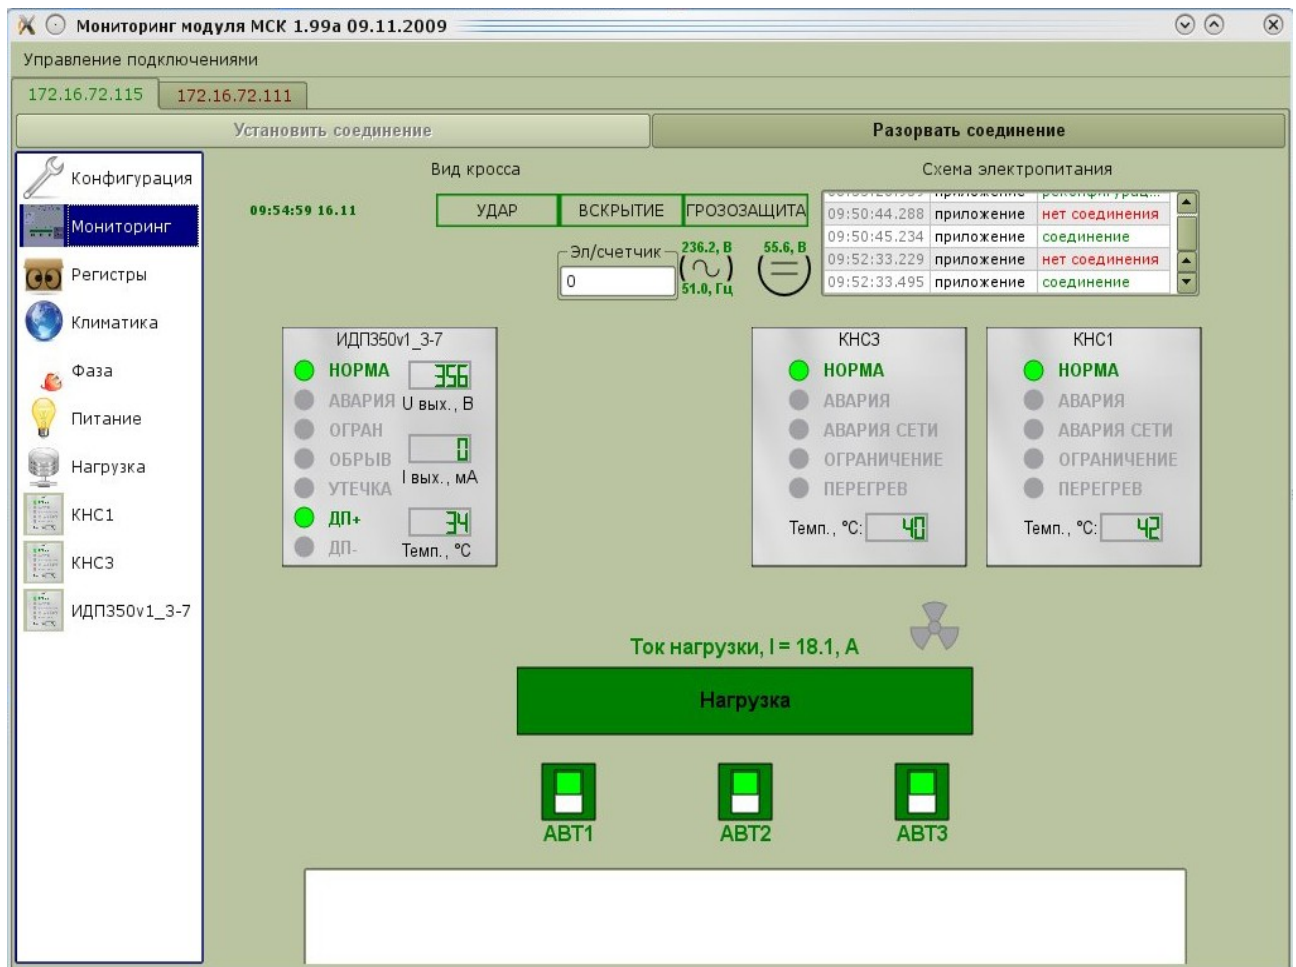
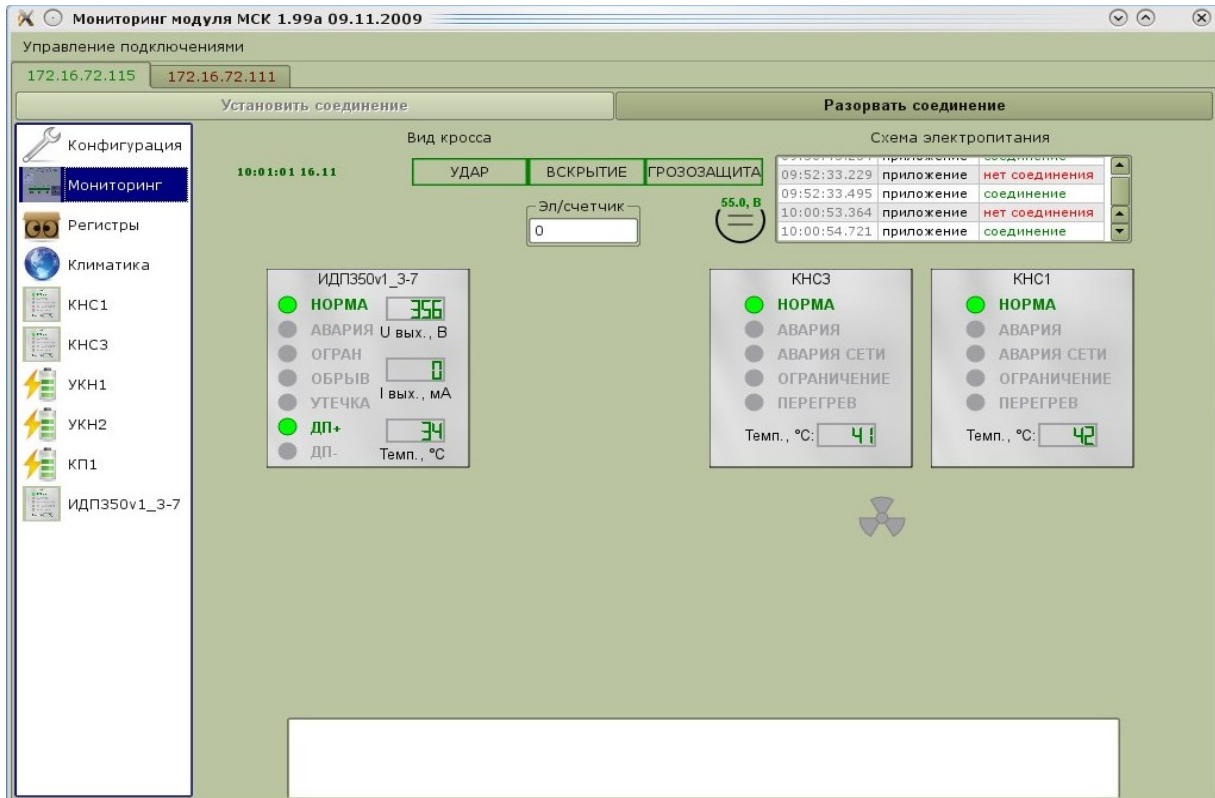
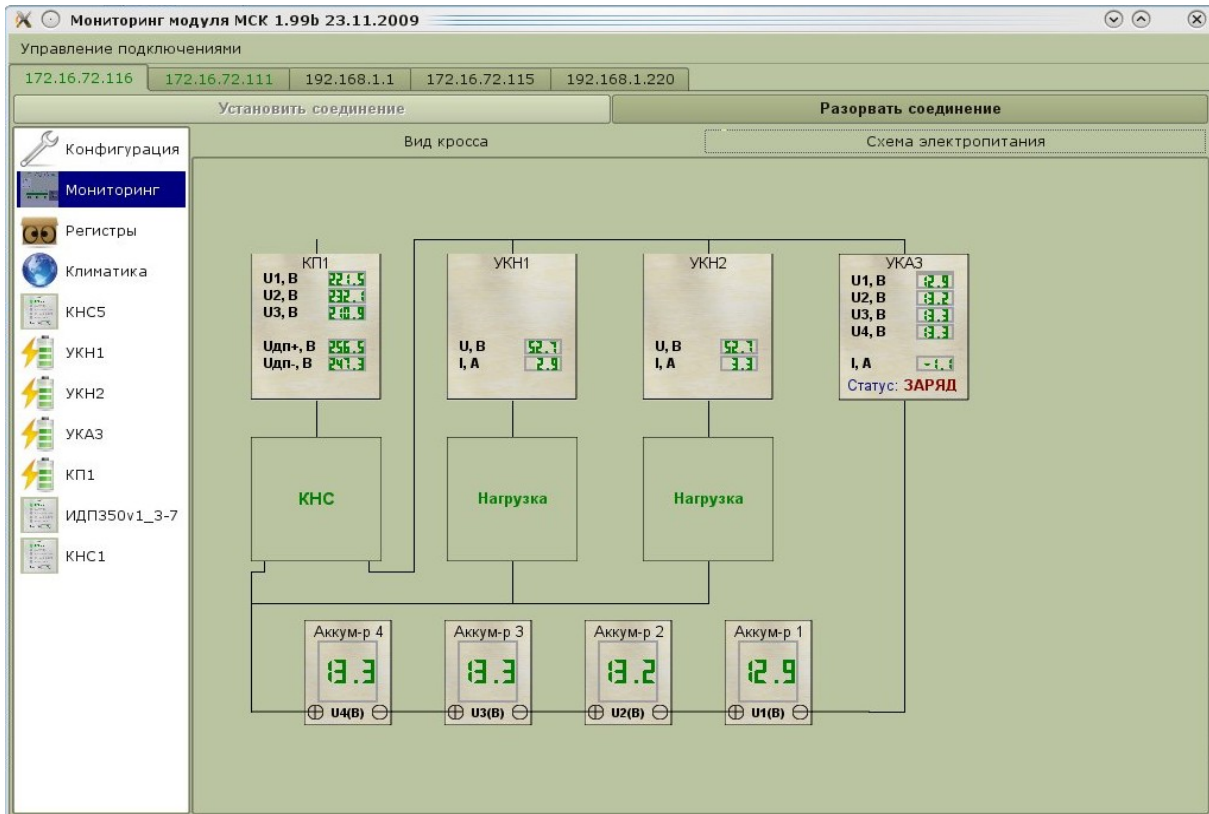
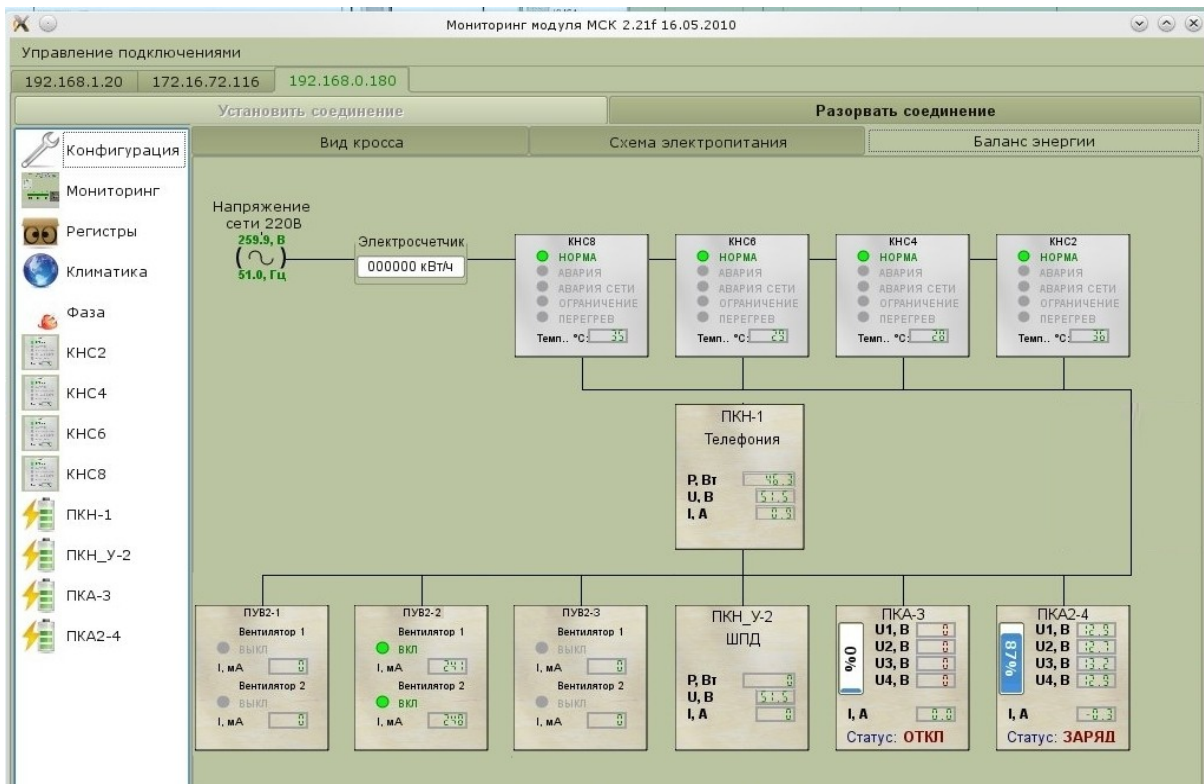

Рисунок 18: Мониторинг
Рисунок 19:Вкладка «Мониторинг» с устройствами УКН, КП
Рисунок 20: «Схема электропитания» на вкладке «Мониторинг»
Рисунок 21: «Баланс энергии» на вкладке «Мониторинг»
В раздел «*Мониторинг*» программы **mskmon** вынесена основная информация: схематические изображения всех имеющихся в УГМ/БЭП/БЭП-ШРО в данный момент устройств, области отображения событий программы **mskmon** и событий-сигналов от устройств, а также дата и время в МСК. Если имеются такие устройства электропитания как УКА/ПКА/ПКА2(далее просто УКА), УКН/ПКН(далее просто УКН) и КП, то они отображаются в закладке «*Схема электропитания*» (Рис.20) или «*Баланс энергии*» (Рис.21) (для перехода на нее нажмите кнопку-закладку «*Схема электропитания*»/«*Баланс энергии*» *вверху вкладки справа, а обратно на кнопку-закладку «Вид кросса» вверху вкладки слева* ). На (Рис.18) показана вкладка «*Мониторинг*» без устройств УКА, УКН и КП, а на (Рис.19) с ними.
Также, при наличии АКБ(если он не подключен через устройство УКА( иначе информацию о АКБ можно увидеть в табличке УКА в закладке *«Схема электропитания»/«Баланс энергии»* (Рис.20 и Рис.21)) во вкладке появляется табличка с номером батареи, напряжением на элементах (на каждом из 5 (4)), током батареи («+» - это заряд, «-» - это разряд) и температурой ТД, закрепленного возле элементов АКБ.
- табличка со значением частоты и напряжения питания 220В, 50Гц (со знаком «~»), если не имеется устройства КП(Коммутатор Питания), так как в этом случае эту информацию можно увидеть на вкладке КП (см. «Вкладка КП») или табличке КП в закладке *«Схема электропитания»/«Баланс энергии»* (Рис.20 и Рис.21));
- табличка состояния нагрузки (зеленая - подключена, серая - отключена оператором в программе **mskmon** или программой управления на МСК, красная - отключена автоматом с датчиком включения), над ней указан ток нагрузки; - если не имеется устройства УКН(Устройства Контроля Нагрузки) с номером 1 (так как иначе, информация о нагрузке отображается на вкладке УКН1 (см. «Вкладка УКН») или табличке УКН1 в закладке *«Схема электропитания»/«Баланс энергии»* (Рис.20 и Рис.21));
В закладке **«Схема электропитания»** (Рис.20) отображается примерная схема подключения устройств электрооборудования. Отображаются устройства УКА(ПКА/ПКА2), УКН(ПКН) и КП.
В закладке «*Баланс энергии*» (Рис.21) отображается более точная схема подключения устройств электрооборудования и немного в другом виде. Отображаются устройства УКА(ПКА/ПКА2), УКН(ПКН), КП, КНС, ПУВ.